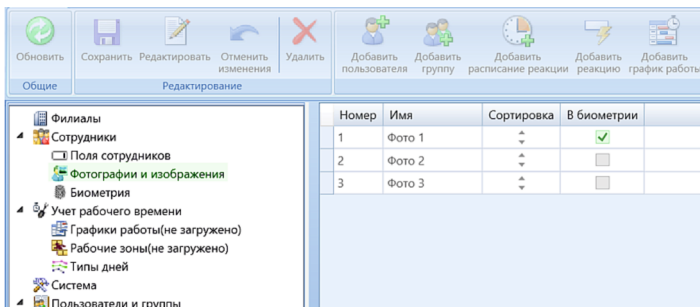

Рис. 12. Выбор эталонного фото сотрудника для распознавания
1. В разделе «Фотографии и изображения» через кнопку «Редактировать» отметьте флажком одно фото сотрудника, которое будет использоваться для распознавания лица (рис. 12). Отмечайте только одну фотографию.